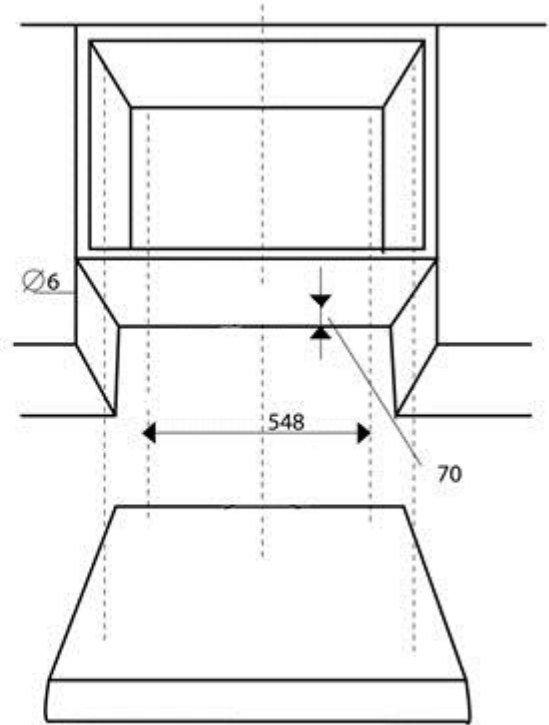

FIG . 6
2. Marcar 4 puntos para los agujeros en el gabinete, respetando las distancias indicadas(fig.6), taladre 4 agujeros de 6 mm de diametro en el gabinete.
3. Empuje el extractor contra el gabinete e inserte los 4 tornillos(5) que operan desde el interiro del gabinete. Apriete completamente los tornillos.
**IMPORTANTE:** El filtro de carbón debe ser instalado en los extractores de la versión del filtro. Los dos puntos de salida del extractor deben ser bloqueados con las tapas de salida de aire (9).
1. Marcar 4 puntos para los agujeros en el gabinete, respetando las distancias indicadas (fig.6). Taladre 4 agujeros de 6 mm de diametro en el gabinete.
2. Empuje el extractor contra el gabinete e inserte los 4 tornillos (5) que operan desde el interior del gabinete. Apriete completamete los tornillos.